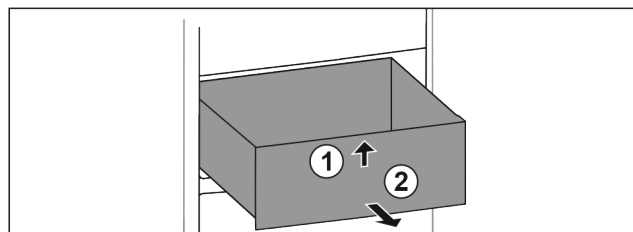

Fig. 70
- ▶ Unieść szufladę z przodu. Fig. 70 (1)
- ▶ Wyjąć szufladę do przodu. Fig. 70 (2)